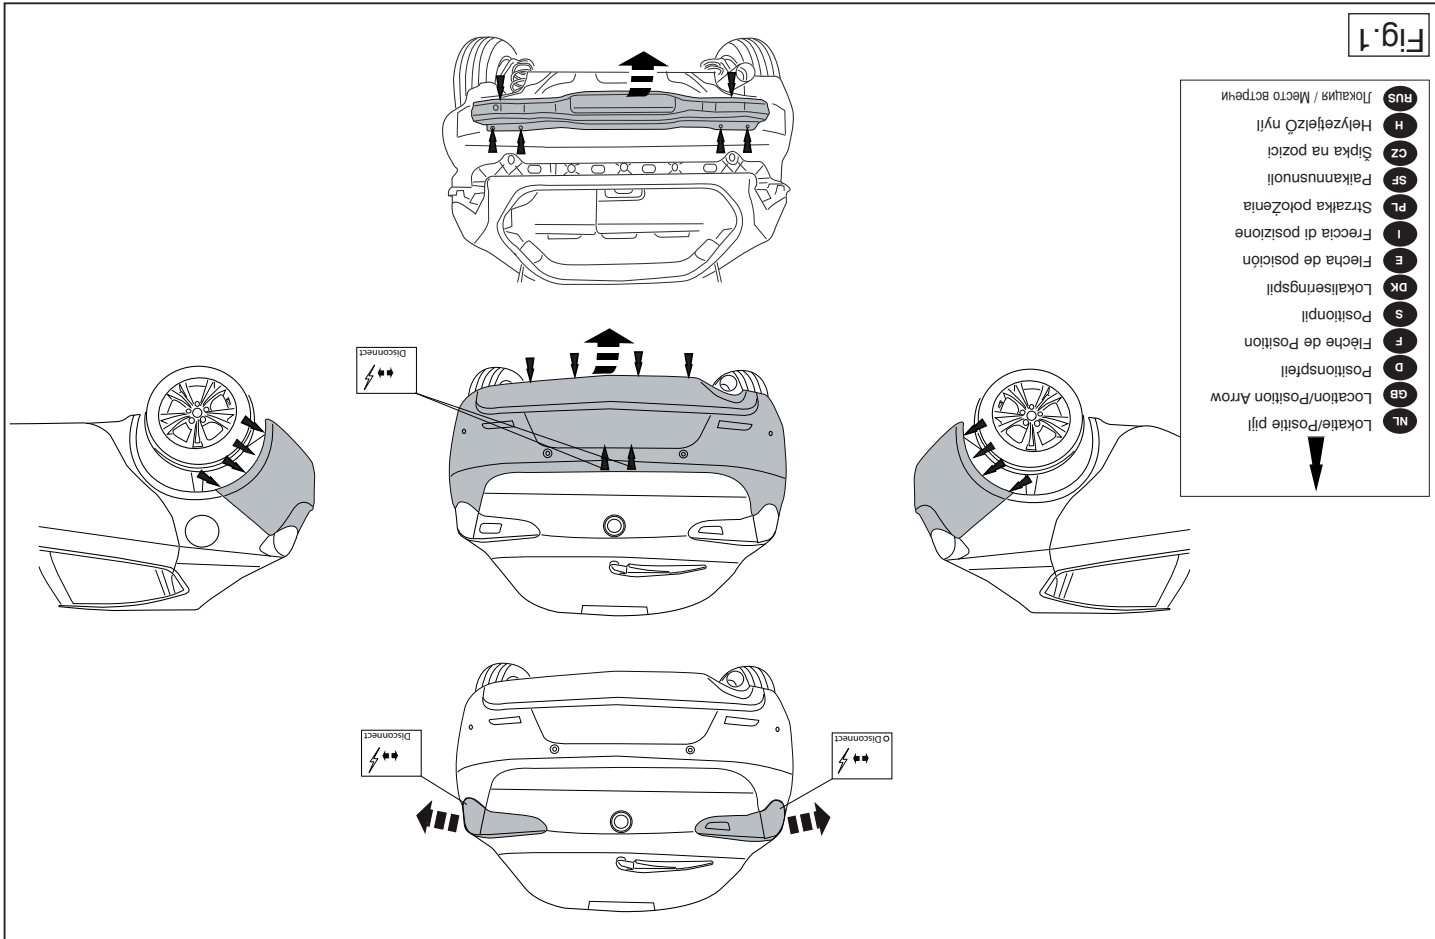

Fig. 1
2. Remove the bumper and the steel buffer beam from the vehicle. The buffer beam will no longer be needed. See figure 1.
2. Die Stoßstange einschließlich des stählernen Stoßbalkens vom Fahrzeug abmontieren. Der Stoßbalken wird nicht mehr benötigt. Siehe Abbildung 1.
2. Déposer le pare-chocs du véhicule y compris la traverse en acier la traverse ne sera plus utilisée. Voir la figure 1
- ver overflødig. Se fig. 1
2. Снять бампер вместе со стальным буферным брусом автомобиля буферный брус больше не понадобится. См. рисунок 1.